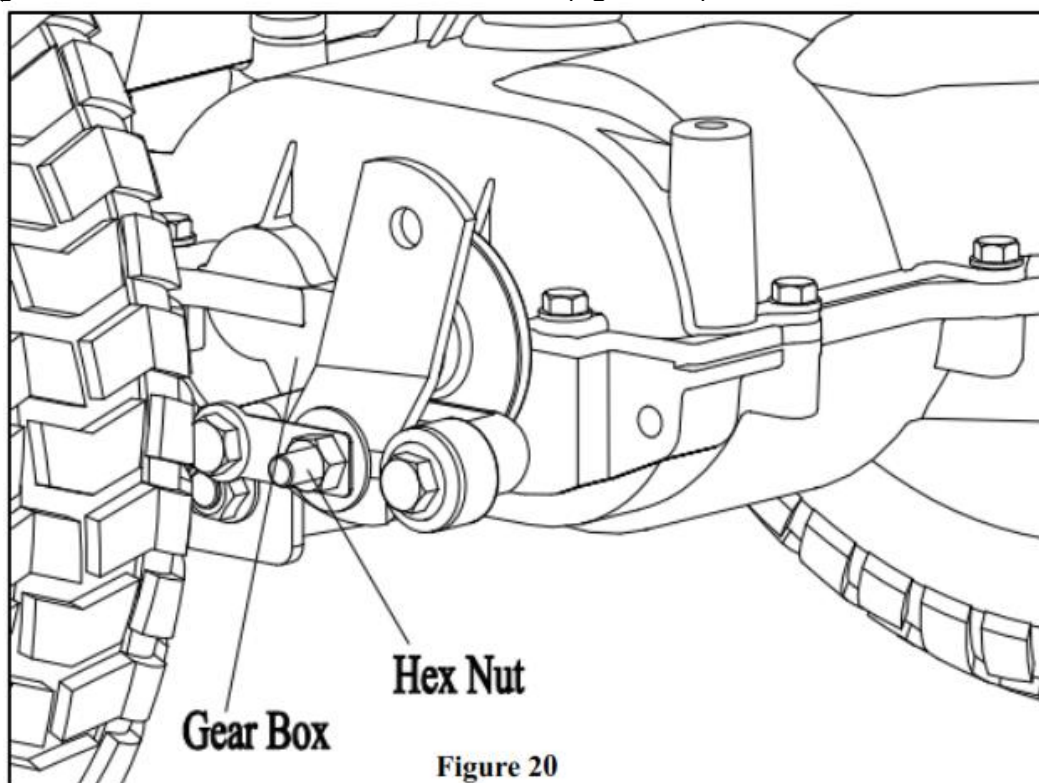

Figure 20
Pousser complètement la **pédale d'embrayage/frein** vers l'avant. Serrez le **frein de stationnement**. Placez le **levier de vitesses en position NEUTRE (N)**. Si les roues arrière tournent, réglez le frein d'entraînement comme suit (figure 20).